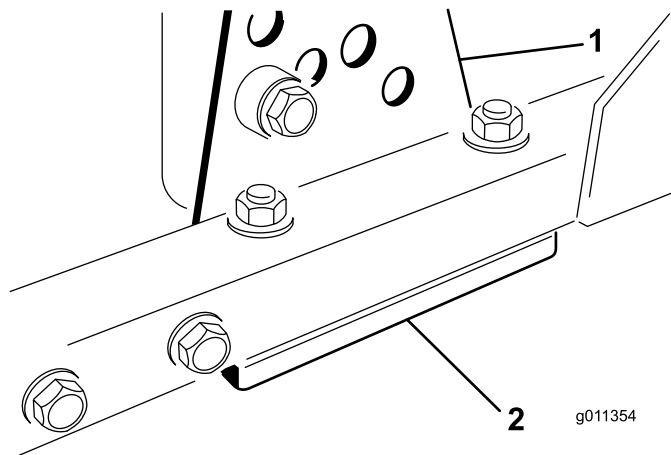

Рисунок 89
1. Снимите кронштейн высоты скашивания (передний, левый или правый) с рамы режущего блока (Рисунок 89).
2. Вставьте регулировочные прокладки толщиной 1,5 мм и/или 0,7 мм между рамой режущего блока и кронштейном, чтобы получить необходимую настройку высоты (Рисунок 89).